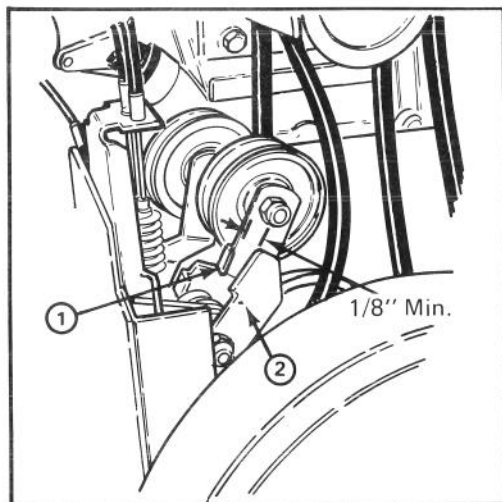

Figure 27
2. Vérifiez le réglage du galet-tendeur et des freins. Il doit y avoir un dégagement minimum de 3 mm entre la patte du levier intermédiaire de direction de la roue hélice et le bras du frein (fig. 27). Si l'espace est plus petit, la courroie doit être remplacée.